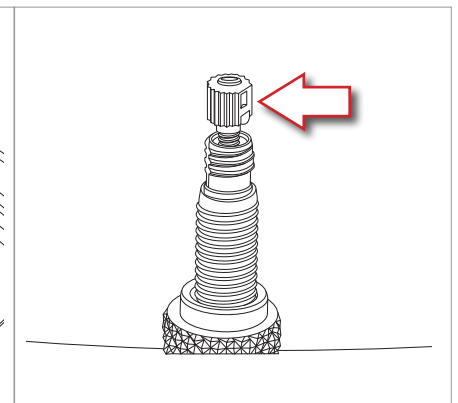

Abb.16
- Prüfen Sie, ob das Ventil zur Gänze geöffnet ist (Abb. 16).